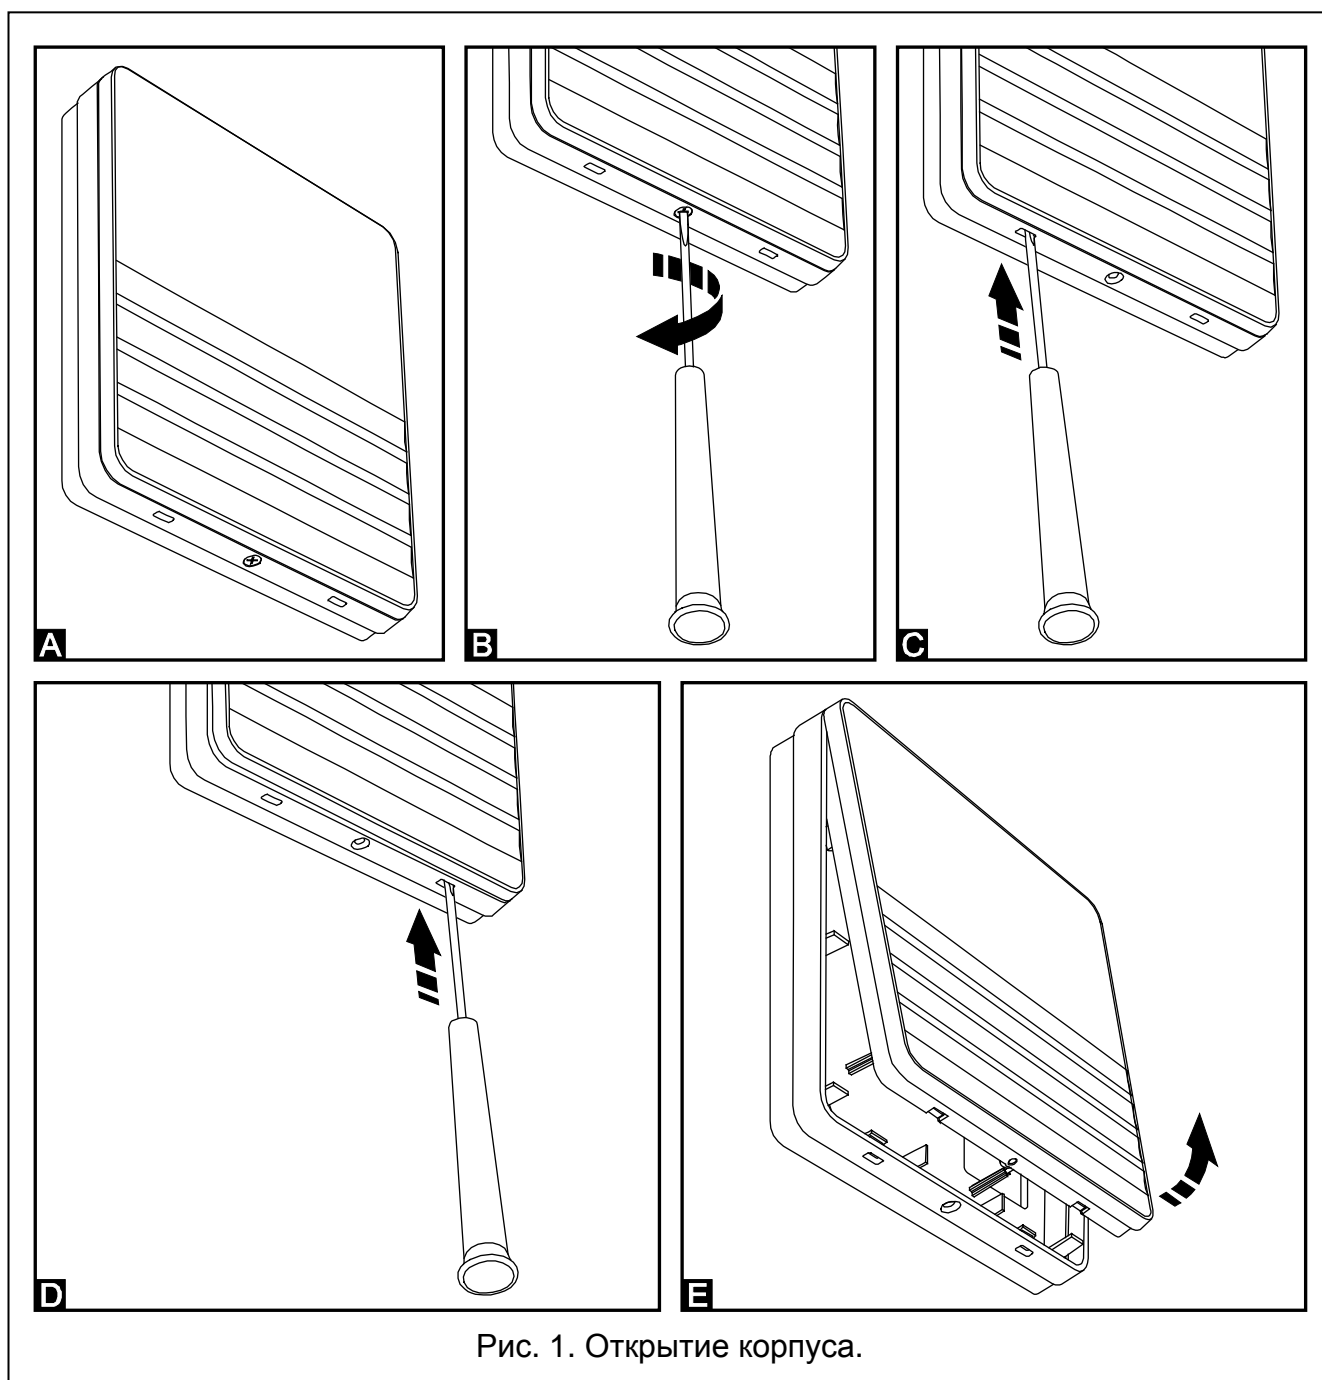

Рис. 1. Открытие корпуса.
1. Откройте корпус клавиатуры (см.: рис. 1).